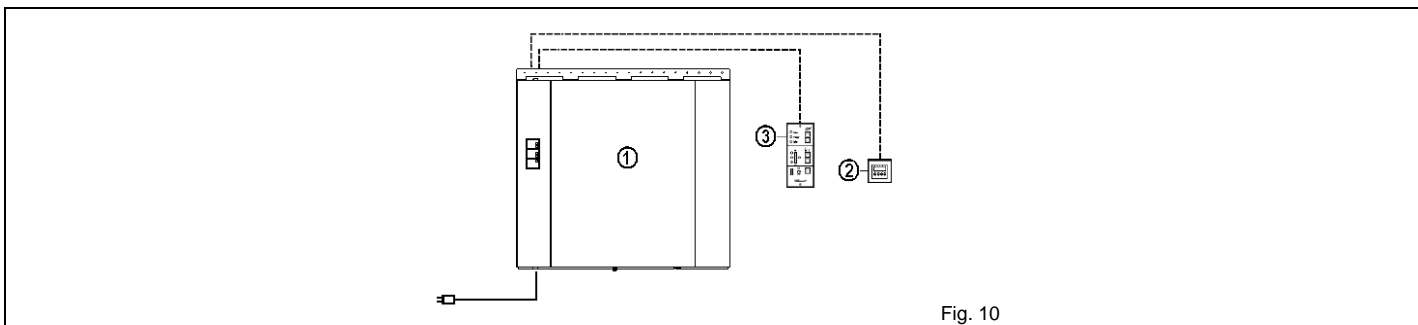

Fig. 10
ELEKTRISKE ARBEIDER (Fig. 10)
For ventilasjon av lokaler i yrkesbygg kan monteres separat ukeur for automatisk veksling mellom dag- og nattdrift (reduert ventilasjon). Ledning (2x0,22 eller 0,5 mm²) fra ukeur (fig. 10), kobles til rekkeklemme i koblingsboks innvendig i aggregatet.
ELEKTRISKA ARBETEN (Fig. 10)
VR-700 kan förses med ett tidur för automatisk växling mellan dag- och nattdrift (reducerad ventilation). Kabel från tidur kopplas alltid till aggregatets kopplingsplint. (fig. 10), använd (2x0,22 eller 0,5 mm²).
D**ELEKTRISCHER ANSCHLUSS (Fig. 10)****Das WRG-Gerät (1)**
GB**ELECTRICAL CONNECTIONS (Fig. 10)****The unit (1)**
If the unit is installed in commercial buildings, separate week timer for automatic day and night operation (reduced ventilation) may be installed. Cable (2x0,22 mm² leads) from the timer (fig 10) to be connected to terminal block in junction box inside the unit.